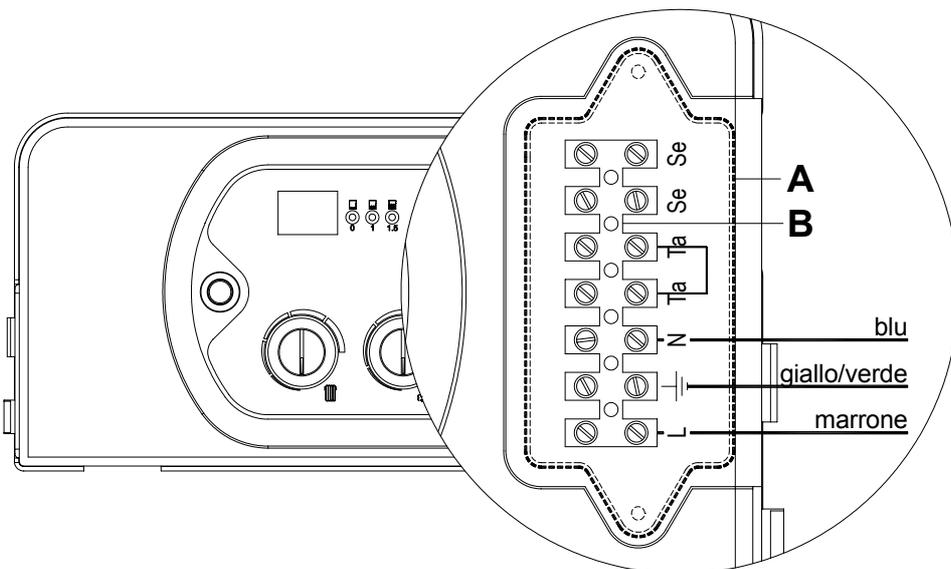

Fig. 1
- svitare le viti e rimuovere il piastrino A (vedi fig. 1).